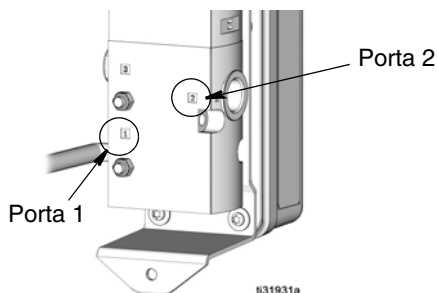

FIG. 24
3. Scollegare l'alimentazione pneumatica dall'attacco etichettato con 1 sulla valvola a solenoide (14) e la linea pneumatica della pompa dall'attacco etichettato con 2 (FIG. 24).